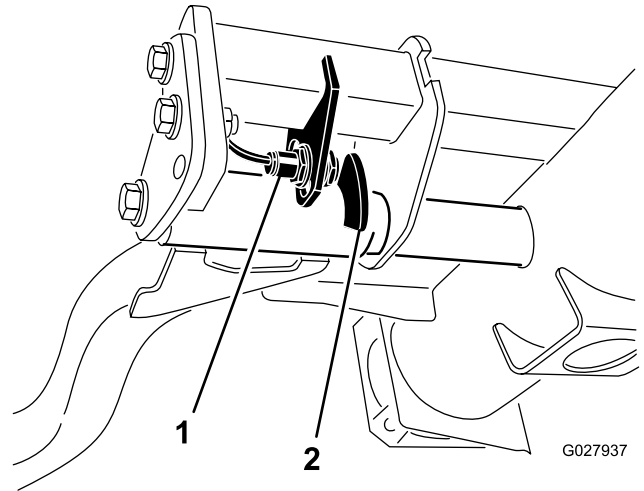

図 39
2. 昇降アームのスイッチは、油圧のメインタンクの下にある右前昇降アームの後ろ側に装着されている 図 39。